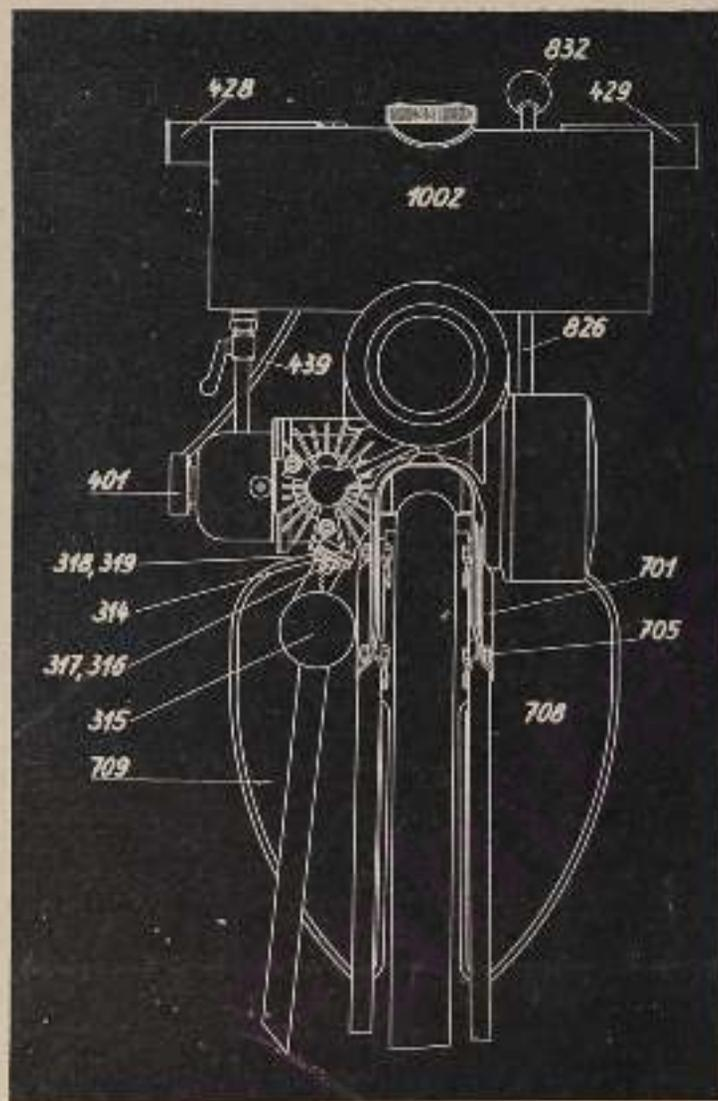

Abb. 8
Zum Schluß werden noch die Handgriffe (428) rechts und (429) links angebracht und der Kugelkopf (832) auf den Ausrückhebel aufgeschraubt (siehe Abb. 8) und der Starterzug (439) mit Schelle am Lenker befestigt.